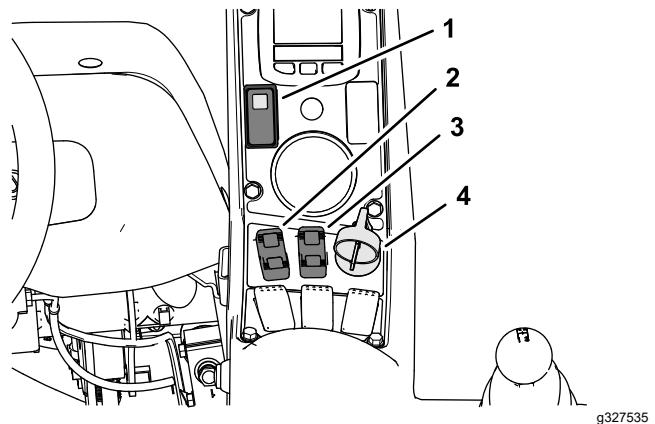
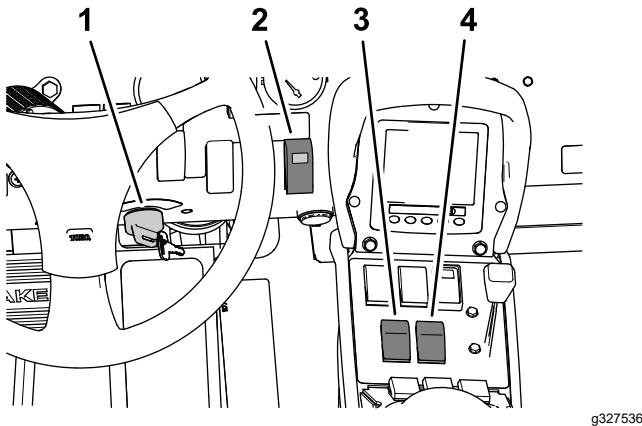
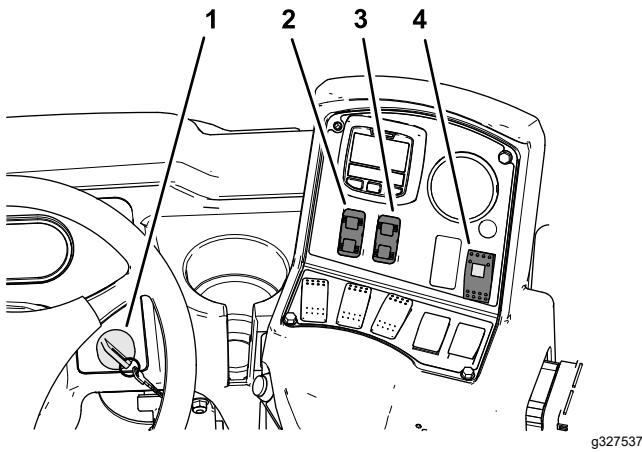

図 44
図 45
図 46
注 ソニックブームのインジケータランプ 図 44、図 45、図 46 はソニックブームのスイッチについているランプで、システムの状態を以下のパターンで表示します
1. ソニックブームのスイッチ(図 44、図 45または図 46)を ON 位置にする。
2. ブーム昇降スイッチ 図 44、図 45または図 46を操作して希望する高さまでブームを降ろす。
注 自動運転中に、ブーム昇降スイッチ 図 44、図 45または図 46を使うとその間だけ手動優先になります。
4. 自動モードに戻るには、ブーム昇降スイッチを下降側に軽く押し 図 44、図 45または図 46。するとコントロールがブーム先端の高さを希望する高さに動かす。
1. ソニックブームのスイッチ(図 44、図 45または図 46)を OFF 位置にする。
2. 左右のブームコントロールスイッチを使って各ブーム 図 44、図 45または図 46 の高さを調整する。